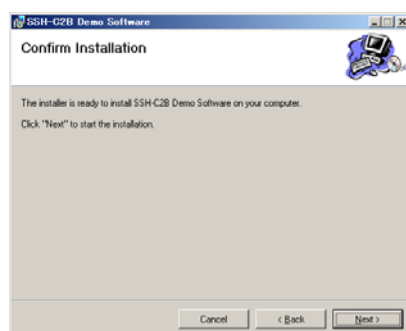

Fig.5-3
4. 次のウィンドウ (Fig.5-3) で「Next>」をクリックすると、インストールが開始します。